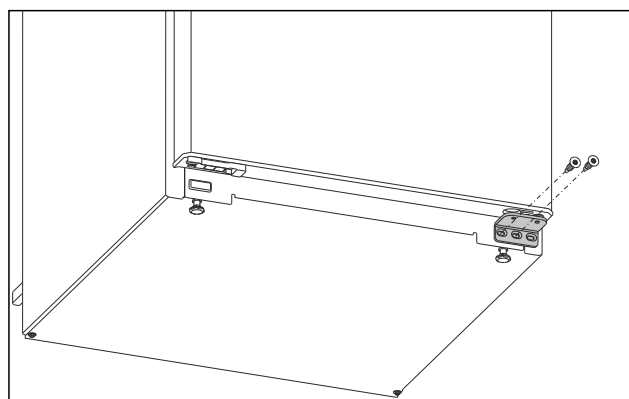

Fig. 6
- Csavarja ki az alsó csapágybakon a középső csavart Torx 20 csavarhúzóval. Fig. 6 ()
- Csavarja ki az alsó csapágybakon a belső csavart Torx 20 csavarhúzóval. Fig. 6 ()